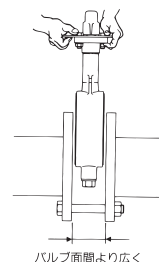
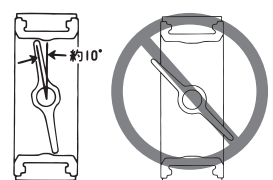

図 4
図 5
(1) フランジ面は、バルブ面間より 5 ~ 10mm 程度広くとります。（図 4）この余裕がないと、特にバタフライバルブを挿入するときに、ゴムシートに異常なねじり応力が発生したり損傷を受けたりして、外漏れの原因になります。また、バルブの弁体は全閉にせず、出荷時の状態（約 10° 開）のまま挿入してください。開けすぎてジスクがバルブの面間より飛び出した状態では挿入できませんし、ジスクを損傷することがあります。（図 5）
(2) ウェハー形バルブの場合には、まず、フランジの下側半分にボルトを差し込みバルブの落とし止めをします。つぎに、ガスケット面に損傷を与えないよう、充分注意をしながらバルブを挿入します。